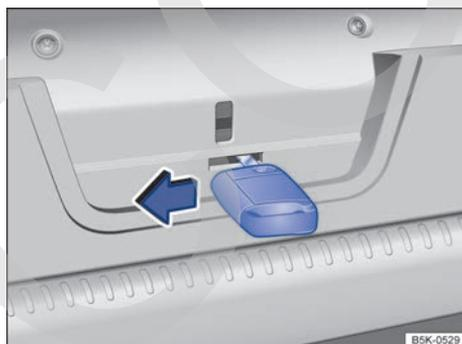

Fig. 65 En el portón del maletero: desbloqueo de emergencia del portón.
- Introduzca el paletón de la llave en la abertura del portón del maletero → **fig. 65** y presione la palanca de desbloqueo en el sentido de la flecha.